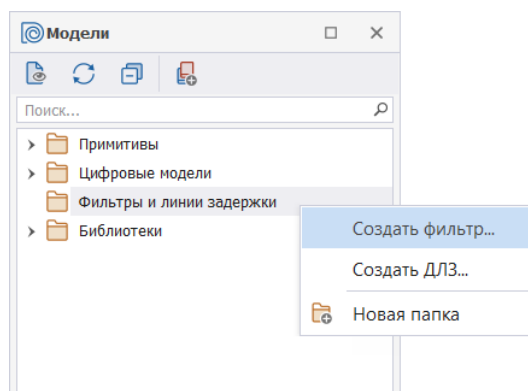

Рис. 160 Вызов конструктора фильтров из контекстного меню панели "Модели"
- Через контекстное меню: «Модели» → «Фильтры» → «Создать фильтр...», см. Рис. 160. Будет создан библиотечный компонент со SPICE-моделью, реализующей заданный фильтр в виде текстовой подсхемы.